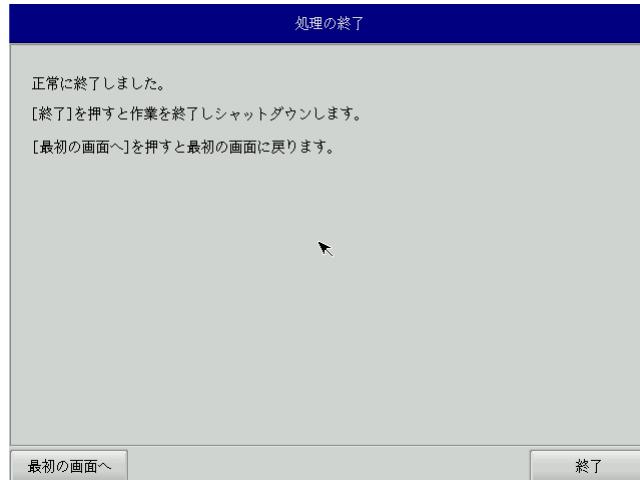

図5-3-8. 終了画面
- ⑬ 終了画面（図5-3-8）が表示されるとバックアップ作業は完了です。[終了]ボタンを押して電源を落としてください。